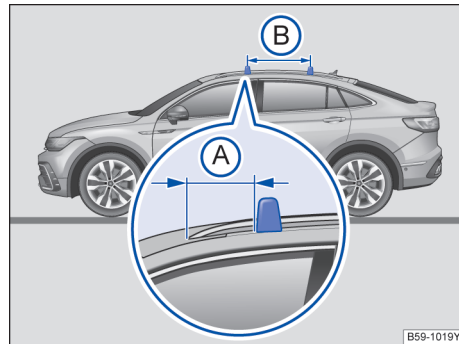

图 181 配备车顶行李架基架的汽车：行李架杆的固定点
行李架杆安装在车顶行李架基架上。同时前行行李架杆与前车顶行李架脚→图 181(A)之间的距离为 16 cm。行李架杆的相互距离(B)应大约为 70~75 cm。
- 行李架杆只能安装在平行箭头→图 181(B)之间。